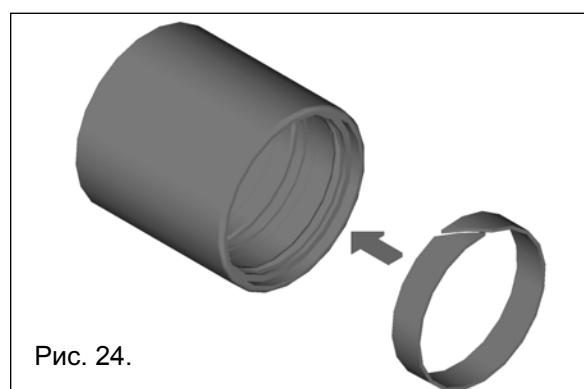

Рис. 24.
- верхнее направляющее кольцо (рис. 24.);